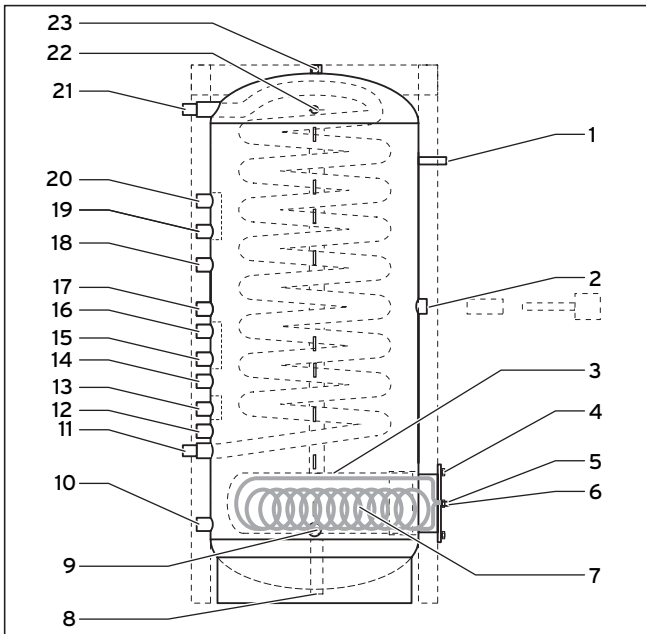

Рис. 2.4 Патрубки трубной обвязки, вид слева
**Патрубки накопителя частично оснащены демпферами впуска, так что впуск воды из контуров источника тепла не оказывает воздействия на тепловое расслоение в накопителе. Поэтому важно точно соблюдать приведенные здесь данные по подключению (см. рис. 2.4).**
Пояснение к рис. 2.4